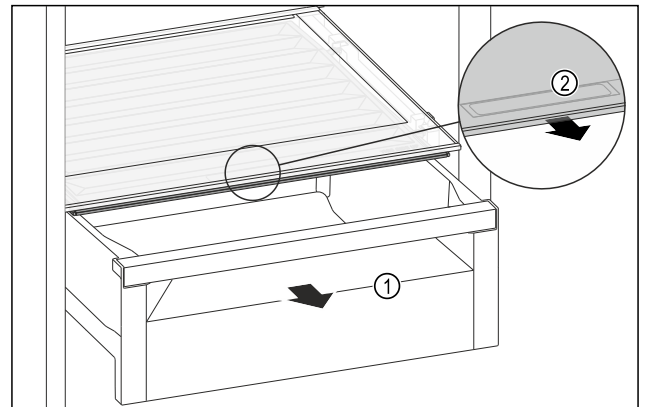

Fig. 175
- Schuifvak Fig. 175 (1) uittrekken.
- Greeplijst Fig. 175 (2) op het vakdeksel vastpakken en het vakdeksel gelijktijdig naar voren trekken.